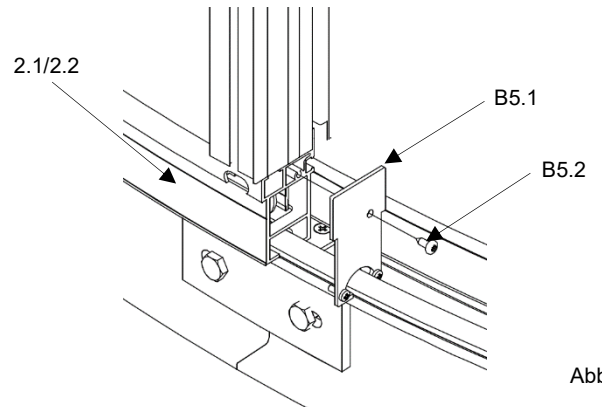

Abb.63
- Laufrollenprofil außen (**2.1**) an beiden Enden mit 2x Endblech-Laufrollenprofil (**B5.1**) und 2x Linsen-Blechschaube (**B5.2**) montieren. (Abb.63)
- Laufrollenprofil innen (**2.2**) an beiden Enden mit 2x Endblech-Laufrollenprofil (**B5.1**) und 2x Linsen-Blechschaube (**B5.2**) montieren. (wie Abb.63)